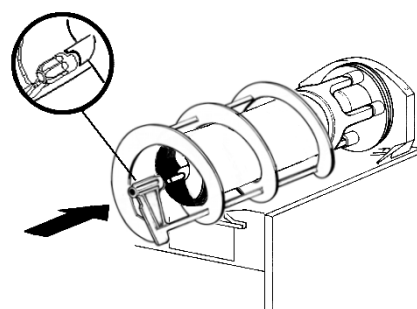

figura 15
- 6 Calzare la spirale esterna sull'evaporatore accoppiandone l'estremità anteriore all'albero dell'elica interna e facendone coincidere i denti di trascinamento (vedere figura 15).